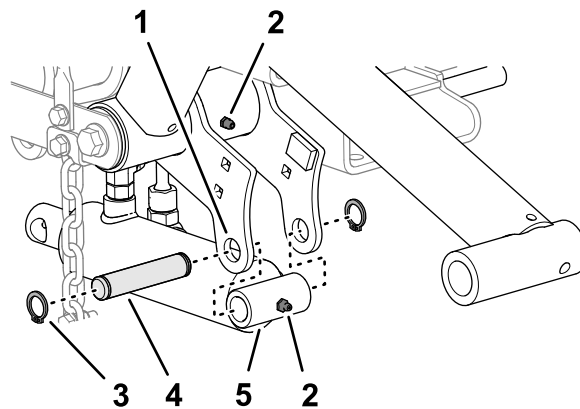

Bild 12
1. Richten Sie das Kappenende des Hubzylinders auf die Löcher in den linken Hubarmflanschen aus (Bild 12).
2. Montieren Sie den Zylinder mit dem Befestigungsstift und den beiden Sprenglingen an den Flanschen (Bild 12).
3. Tragen Sie Lithiumfett Nr. 2 auf die Schmiernippel des Hubarms und des Hydraulikzylinders auf (Bild 12).